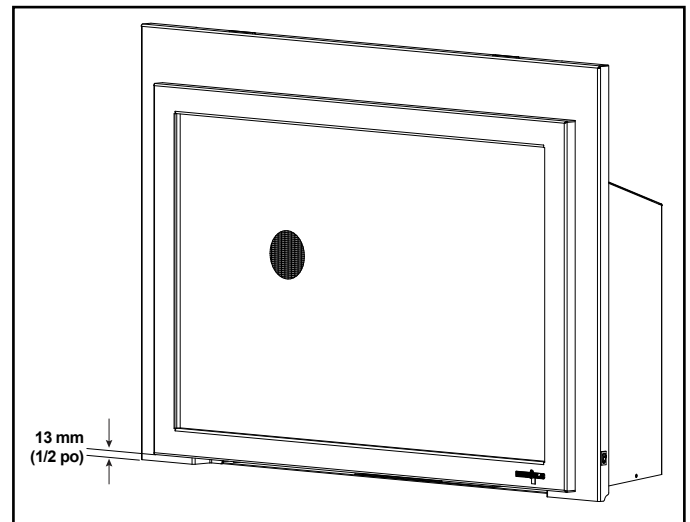

Figure 3.18 Minimum requis de 12,7 mm (1/2 po). Espace en bas de la façade
- Un espace de 12,7 mm (1/2 po) doit être maintenu sous la partie inférieure de la face avant. Voir la figure 3.18.